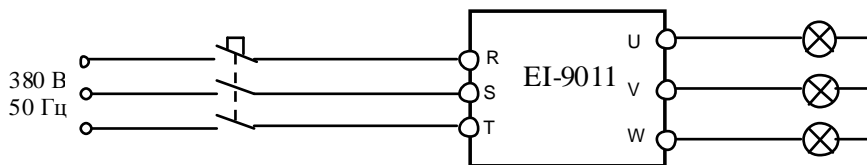

Рис. 4.24. Подключение ПЧ к сети 3ф 380В
- 4.11.1. Подключить три лампы к выходным клеммам U, V, W преобразователя частоты. Подать питание ~380 В 3Ф (рис. 4.24).